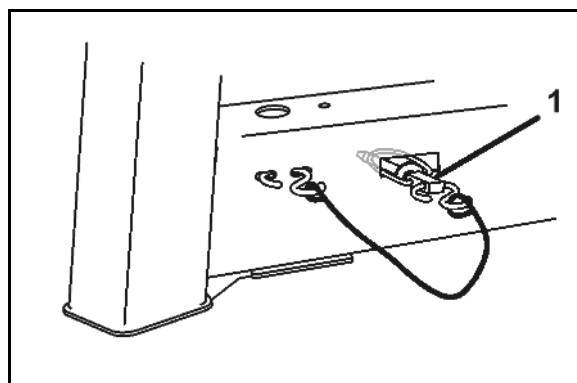

Fig. 44
5. Styrbare bremsreruller (Fig. 44/1) foran
- o Monter, og foretag sikring med split (Fig. 44/2),